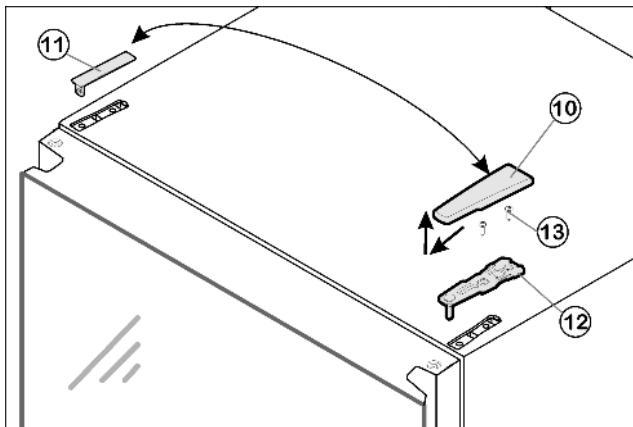

Fig. 6
- ▶ Потяните крышку Fig. 6 (10) вперед и вверх.
- ▶ Снимите крышку Fig. 6 (11).
- ▶ Открутите верхний опорный кронштейн Fig. 6 (12)(2 шт. Torx® 25) Fig. 6 (13) и вытяните вверх.
- ▶ Установите верхний опорный кронштейн Fig. 6 (12) на новой стороне шарнира и защелкните в дверце.
- ▶ Прикрутите верхний опорный кронштейн Fig. 6 (12) **(с моментом 4 Нм)**(2 шт. Torx® 25) Fig. 6 (13). При необходимости проделайте отверстия или используйте аккумуляторную отвертку.
- ▶ Защелкните крышку Fig. 6 (10) и крышку Fig. 6 (11) на противоположной стороне.